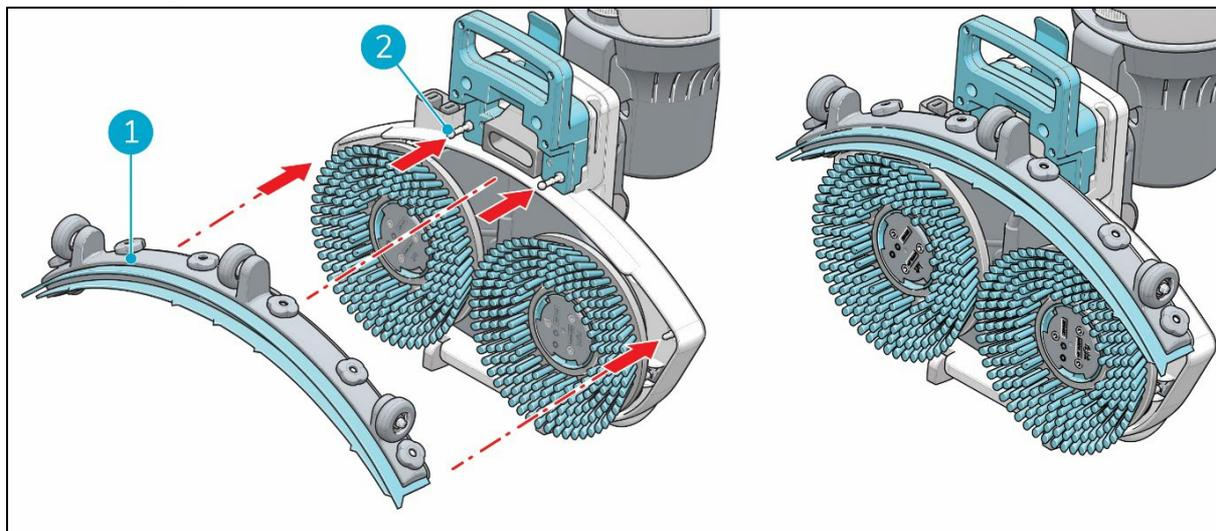

Figura 27
2. Alinhar os pinos da plataforma de lavagem (Figura 27, pos 2) com os orifícios do rodo (Figura 27, pos 1).